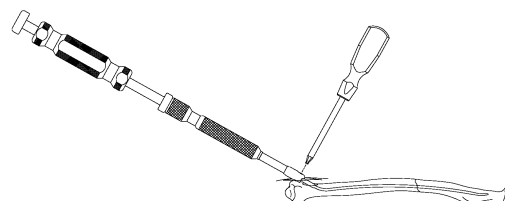

図 19
- 5) 完全に挿入される前に、橈骨ロッキングロッドから橈骨ロッドインパクトを六角 2.5 ドライバー (ショート) で取り外します。(図 19)